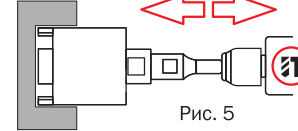

Рис. 5
9. Продолжайте сверление по сделанному запилу до необходимой глубины. В процессе сверления рекомендуем осуществлять возвратно-поступательные движения (Рис. 5)